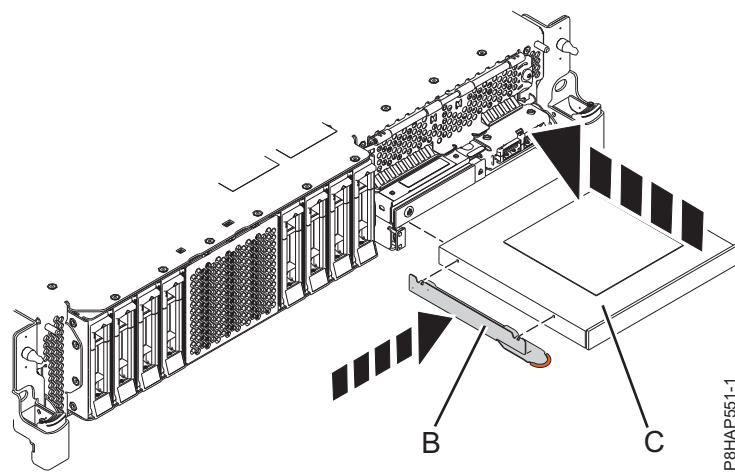
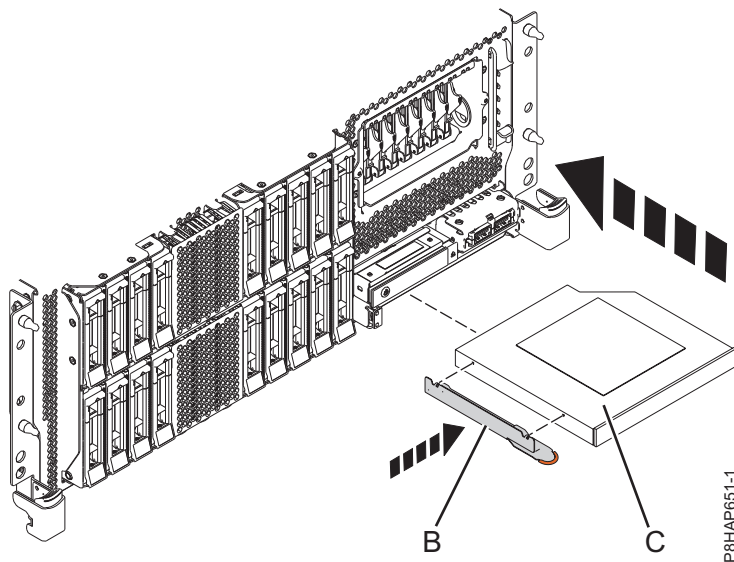
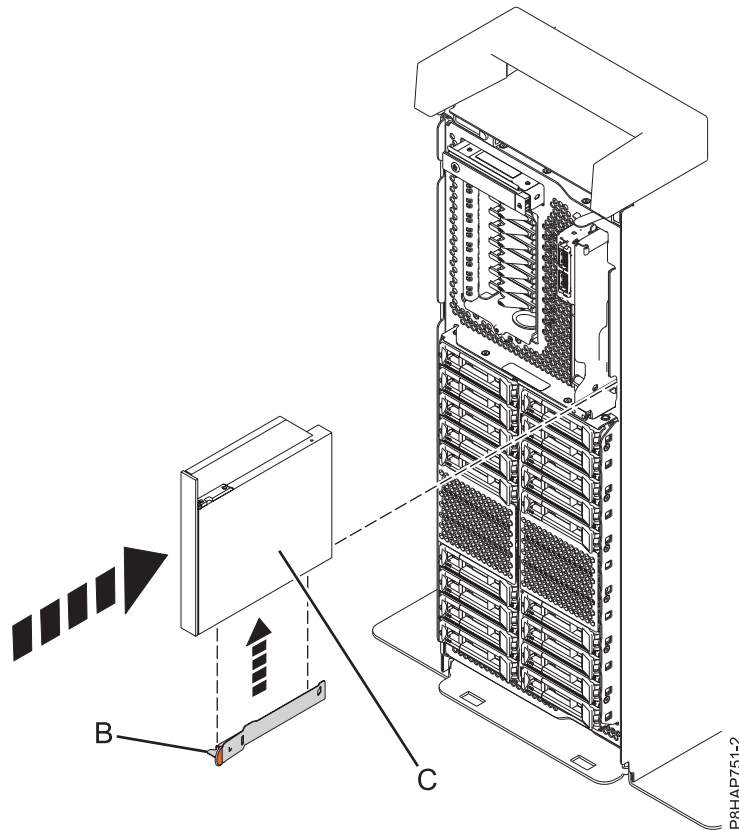

Figure 50. Remise en place d'une unité de stockage extra-plate sur un système 5148-21L, 5148-22L, 8247-21L, 8247-22L, 8284-21A, ou 8284-22A
Figure 51. Remise en place d'une unité de stockage extra-plate sur un système 8247-42L, 8286-41A ou 8286-42A monté en armoire
Figure 52. Remise en place d'un unité de stockage extra-plate dans un système autonome
5. Récupérez le crochet de fixation (B) que vous avez retiré de l'unité de stockage extra-plate défectueuse.
6. Fixez le crochet de fixation (B) sur la nouvelle unité de stockage extra-plate, comme illustré dans figure 50, à la page 59 pour un système 5148-21L, 5148-22L, 8247-21L, 8247-22L, 8284-21A, ou 8284-22A, figure 51, à la page 59 pour un système 8247-42L, 8286-41A ou 8286-42A monté en armoire, ou figure 52, à la page 60 pour un système 8286-41A autonome.
7. Alignez l'unité de stockage extra-plate (C) sur la baie d'unité, et introduisez-la à moitié dans le système tout en la maintenant par le dessous.
Pour un système 5148-21L, 5148-22L, 8247-21L, 8247-22L, 8284-21A, ou 8284-22A, voir figure 50, pour un système 8247-42L, 8286-41A ou 8286-42A monté en armoire, voir figure 51, ou pour un système 8286-41A autonome, voir figure 52, à la page 60.